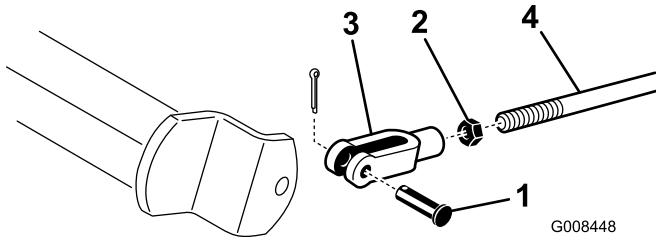

図 53
2. ブレーキが片効きであれば、コッター・ピンとクレビス・ピンを外して、ブレーキロッドを外す（図 53）。
3. ジャムナットをゆるめ、クレビスを調整する（図 53）。
4. クレビスをシャフトに取り付ける（図 53）。